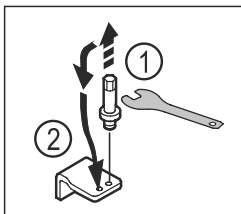

Fig. 17
- Skru ut boltene til den nedre lagerbukken med utvendig sekskantnøkkel SW5. Fig. 17 (1)
- Sett inn boltene på motsatt side. Fig. 17 (2)